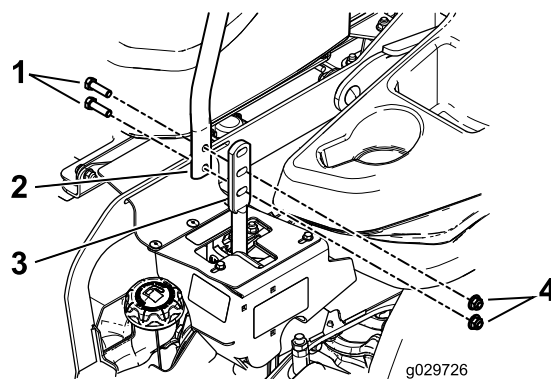

Figure 83
3. Desserrez les boulons et les écrous à embase situés dans les leviers (Figure 83).
4. Réglez l'alignement avant/arrière des leviers en les plaçant tous deux à la position **POINT MORT**, puis faites-les coulisser jusqu'à ce qu'ils soient alignés, et serrez les boulons (Figure 83).